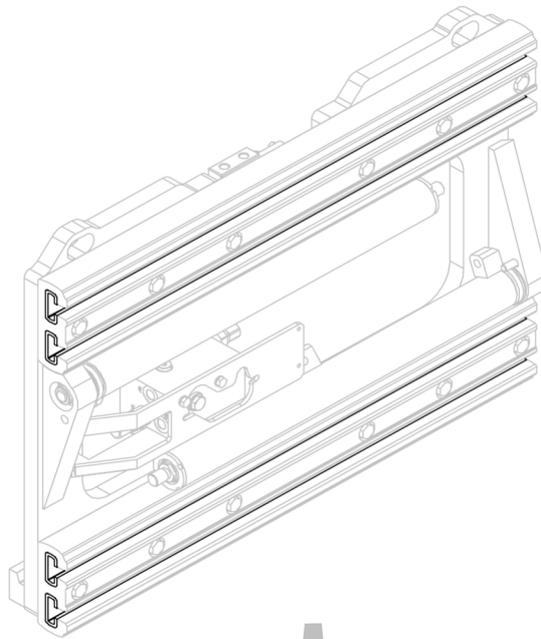
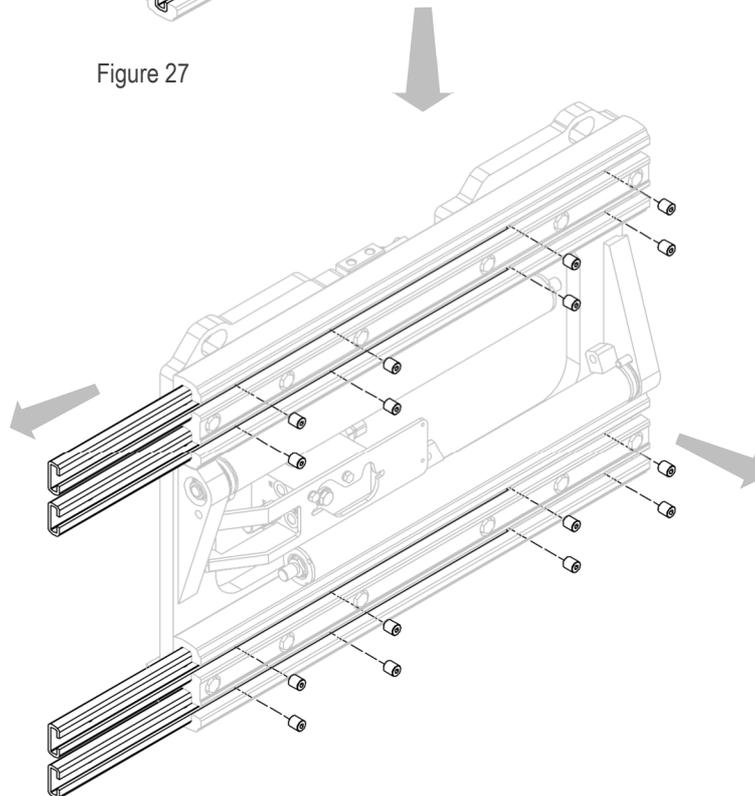

Figure 27
Figure 28
3. Retirer les bagues en nylon après avoir dévissé les grains correspondants (voir *Figure 27* et *Figure 28*).